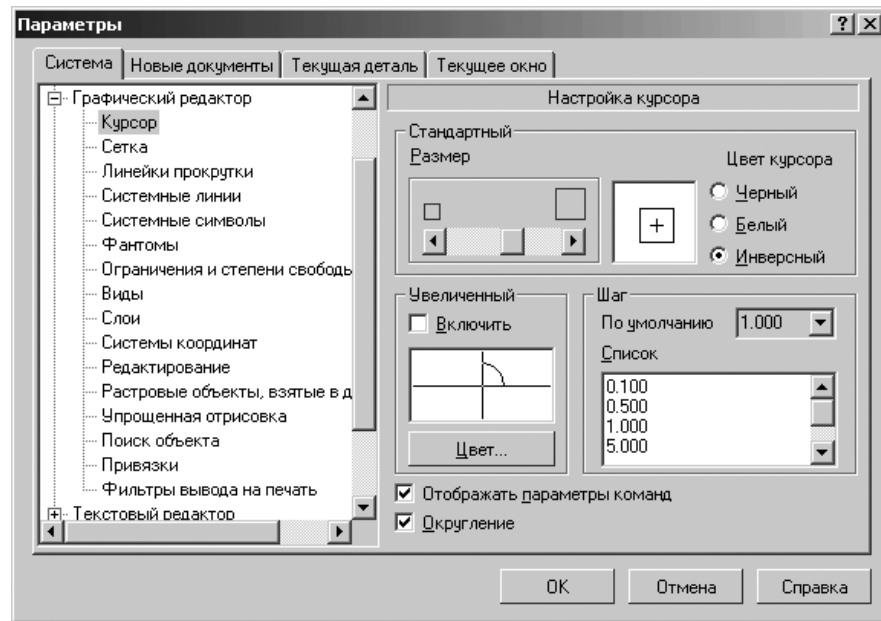

Рис. 9.16. Диалоговое окно **Параметры** с открытой вкладкой **Система** и открытой панелью **Настройка курсора**
- щелкните по пункту **Курсор**. Откроется в правой части диалогового окна панель **Настройка курсора** (рис. 9.16);